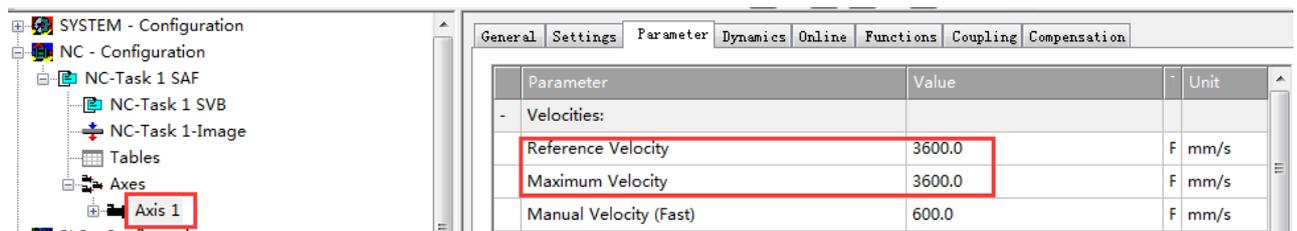

图 3-7
7、以上参数设置完成后，修改 NC 参数，首先修改 Maximum Velocity 和 Reference Velocity，根据  $v_{ref} = \text{基础脉冲/电机脉冲} \times 360^\circ = 2000/200 \times 360^\circ = 3600^\circ/s$ ，将 Axis1 的参数改成（如图 3-7）。